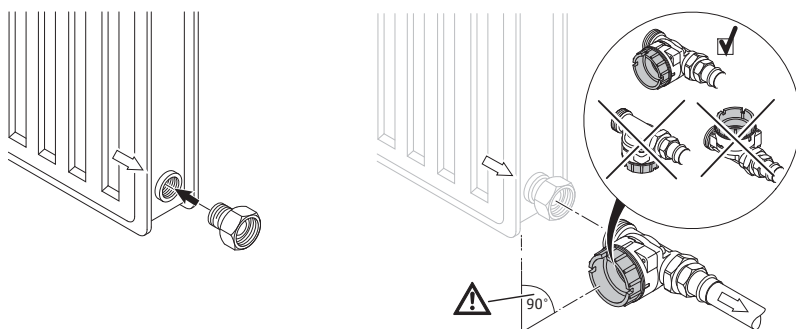

Fig. 13: Installation des Heatfixx Pumpenadapters Durchgang
- Den Einbau des Pumpenadapters aufgrund der Vermeidung von Luft einschließen im Rücklauf vornehmen (Fig. 13). Die Montageschritte des Pumpenadapters im Detail sind der jeweils mitgeltenden Montageanleitung des Adapters zu entnehmen (s. Kapitel 1.2 "Mitgeltende Unterlagen", S. 3).